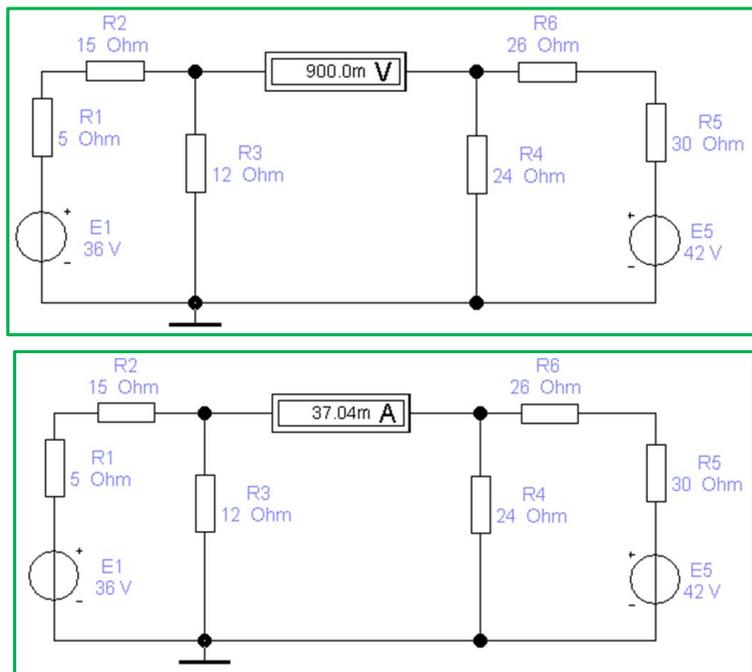

Рис. 46. Компьютерная модель расчетной электрической цепи
Соберем компьютерную модель расчетной электрической цепи в программе Electronics Workbench (рис. 46). Видно, что показания виртуальных измерительных приборов совпадают с результатами расчетов формул (73) и (75).